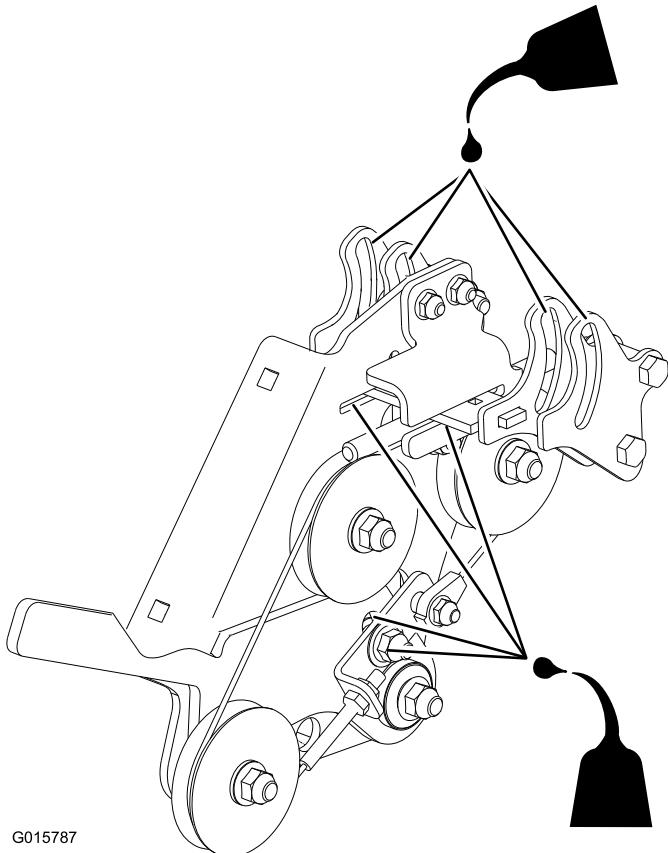

Figura 26
7. Lubrifique o controlo de movimento com 3-IN-ONE® ou equivalente. Ver Figura 26 para os locais correctos.